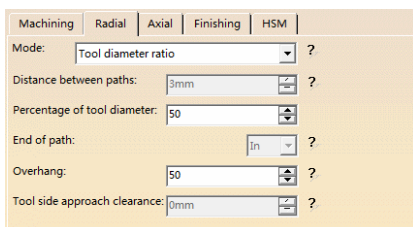

图 3-138 “Radial”选项卡（5）
- 在“Radial”选项卡（5）的“Mode”下拉列表中选择“Tool diameter ratio”，在“Percentage of tool diameter”文本框中输入“50”，如图 3-138 所示。